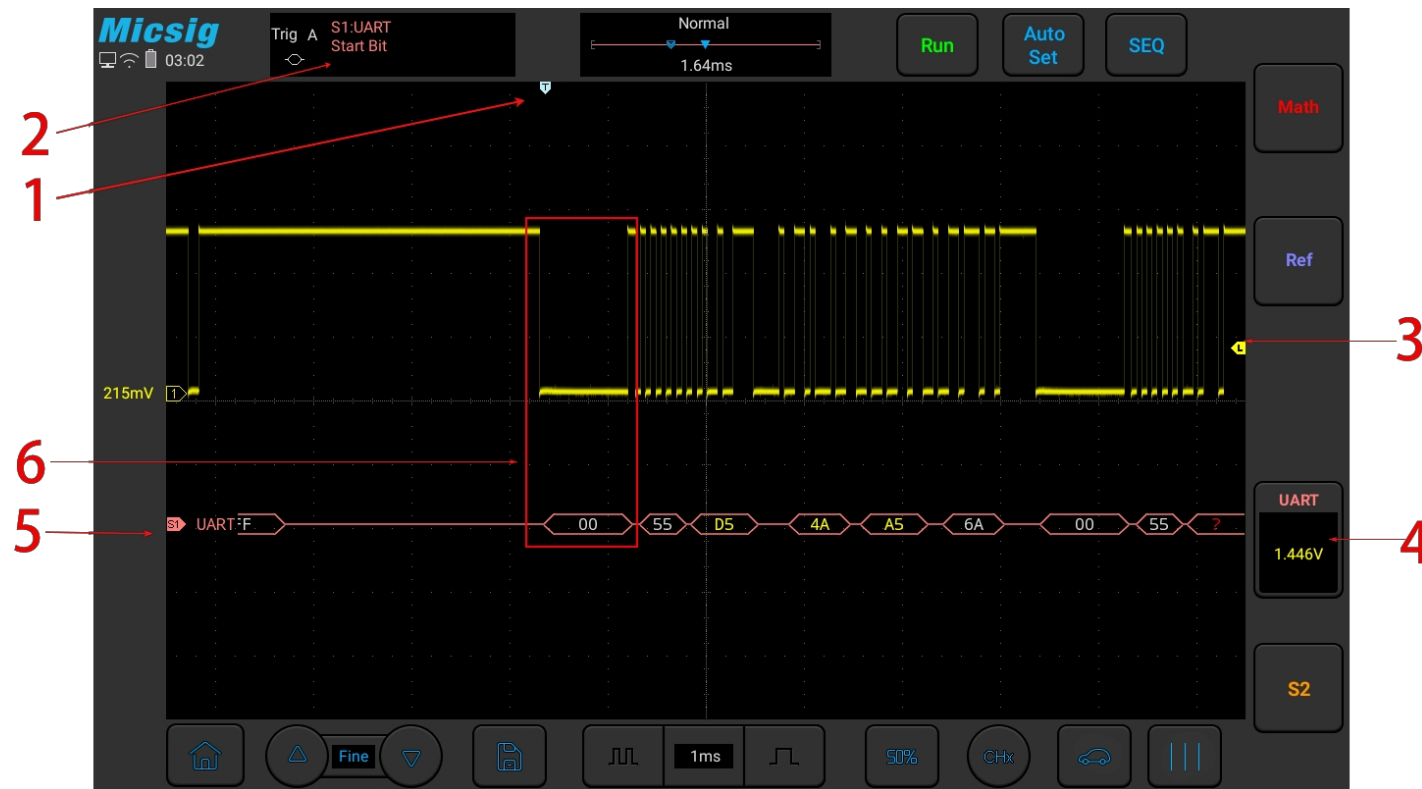

Abbildung 12-8 Grafische Benutzeroberfläche für UART
- (1) Tippen Sie auf S1, um den Dekodierungskanal zu öffnen, und klicken Sie erneut auf S1, um das Buskonfigurationsmenü zu öffnen.
- (2) Wählen Sie als Bus-Typ „UART“, klicken Sie auf „Ch1“, „Idle High“, „Parity None“, „8 Bit“, „19,20 kb/s“, zeigen Sie „hexadezimal“ an und schließen Sie dann das Menü.
- (3) Öffnen Sie das Menü für die Triggermodus-Einstellungen, klicken Sie auf „Daten“, geben Sie manuell 55 ein und drücken Sie zur Bestätigung die Eingabetaste.
- (4) Durch Anpassen des Schwellenwerts an den Amplitudenpegel des Signals kann das Signal möglicherweise stabil ausgelöst werden. Die grafische Benutzeroberfläche des UART-Triggers ist in Abbildung 12-8 dargestellt: